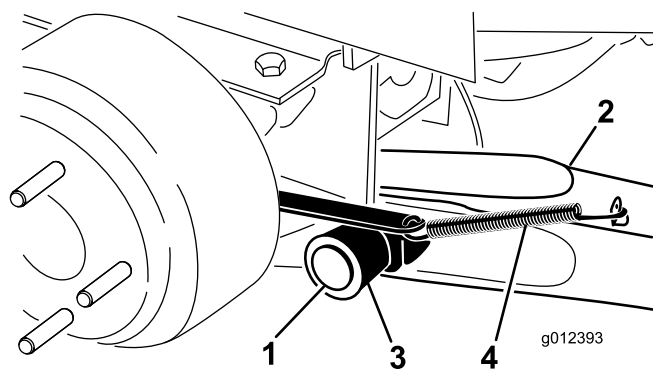

Figura 3
6. Montate un braccio di sollevamento sulla staffa orientabile con un perno girevole e una coppiglia (Figura 3). Montate il braccio di sollevamento con la parte piegata collocata verso l'esterno.
7. Agganciate la molla di ritorno del freno alla linguetta presente sul braccio di sollevamento (Figura 3).